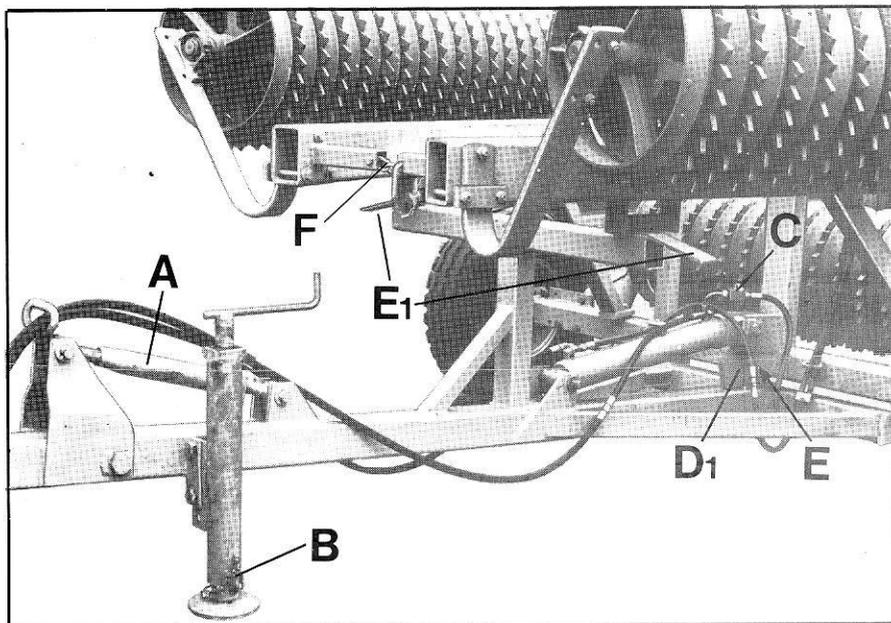
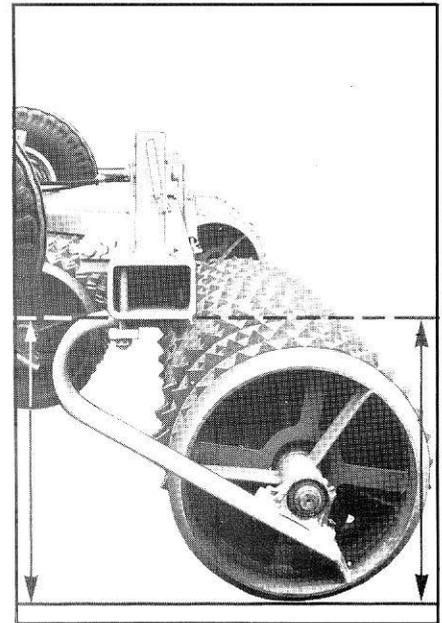

Fig.3
Fig.4
Mit Abstellstütze oder Spannschloß (A, Fig. 3) passende Koppelhöhe einstellen.
Nach dem Ankuppeln das Spannschloß (A) so einstellen, daß das Rahmenprofil parallel zum Boden steht (siehe Fig. 4).
Abstellstütze hochstellen (in Transport- und Arbeitsstellung hochgestellt); den Steckergriff (B, Fig. 3) zwischen den Haltestiften festsetzen - als
Anschlag (für Teilaushebung) umlegen; nach vorn - siehe **D1** (Fig. 3 + 6).
Wichtig: die Anschlagsschraube **E** so einstellen, daß die einklappenden Seitenteile mit der Rolle auf die Anlaufschienen **E1** treffen (Fig. 3).
Mit Kette **F** sichern (Fig. 3).
Transportsicherung lösen - Kette **F** (Fig. 3).
Den Rahmenprofilträger parallel zum Boden einstellen (in Fahrtrichtung; siehe Fig. 4) - mit Spannschloß **A** (Fig. 3).
- eingeklappt - mit Kette gesichert (F, Fig. 3).